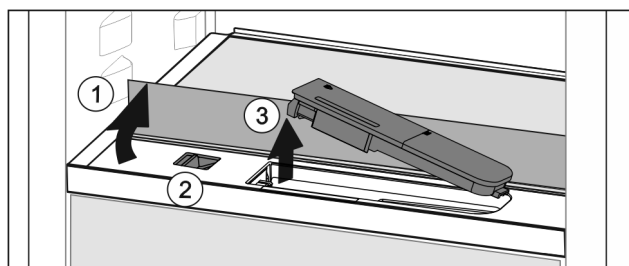

Fig. 87
- ▶ Løft glassplaten og vipp opp til anslag bakover Fig. 87 (1).
- ▶ Skyv skyveren Fig. 87 (2) til venstre.
- ▶ Ta ut vanntanken Fig. 87 (3).